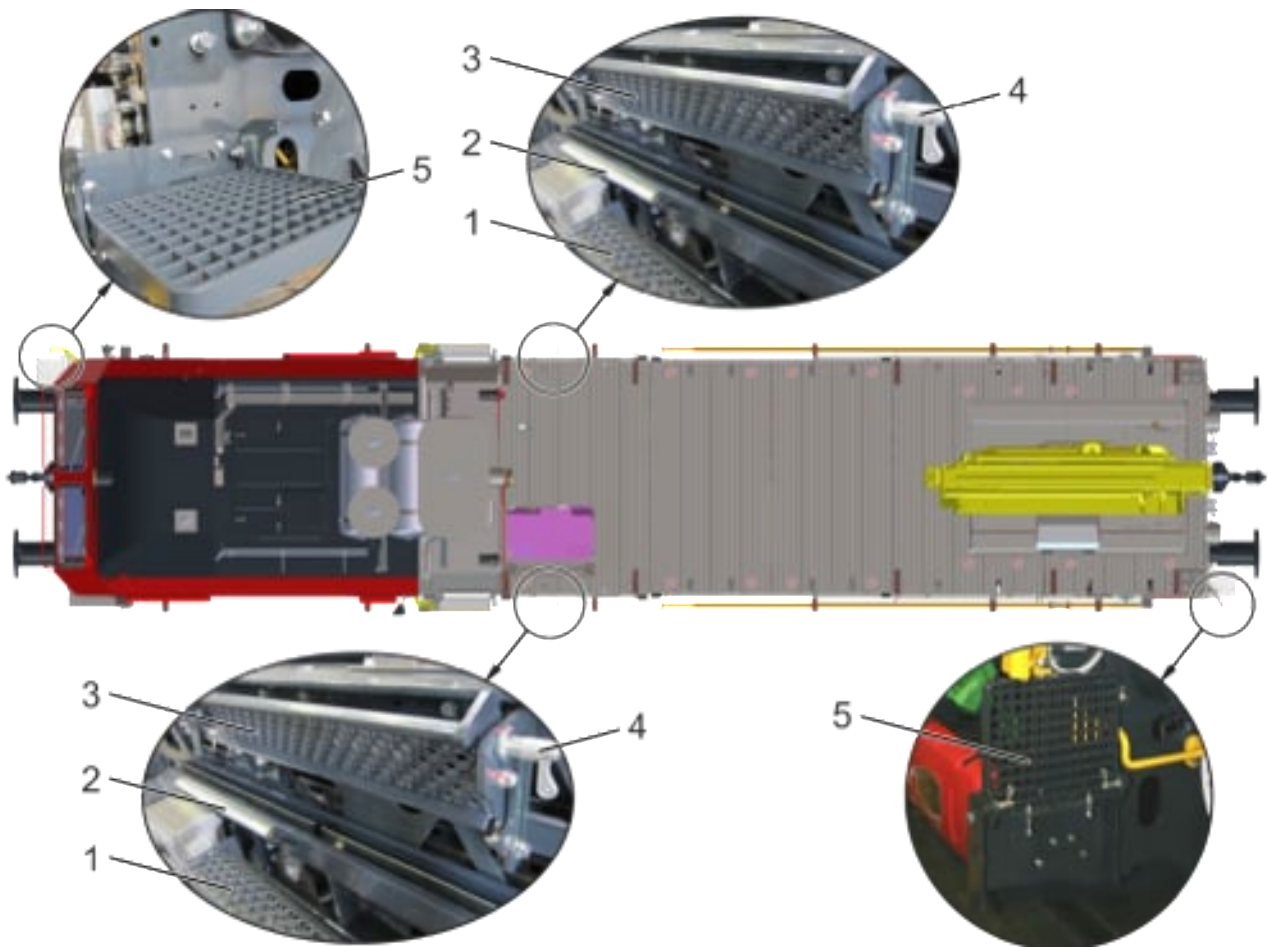

Abb. 10: Aufstieg und Rangiertritte
Hinter der Kabine befinden sich auf beiden Seiten des Fahrzeuges Aufstiege, siehe Abb. 10 (1). Über die Aufstiege (1) wird das Fahrzeug betreten und verlassen.
Führerstandbereich rechts und Kranbereich links am Fahrzeug (Fahrtrichtung 1) befindet sich jeweils ein klappbarer Rangiertritt, siehe Abb. 10 (5), der ebenfalls mit Federriegeln arretiert wird.